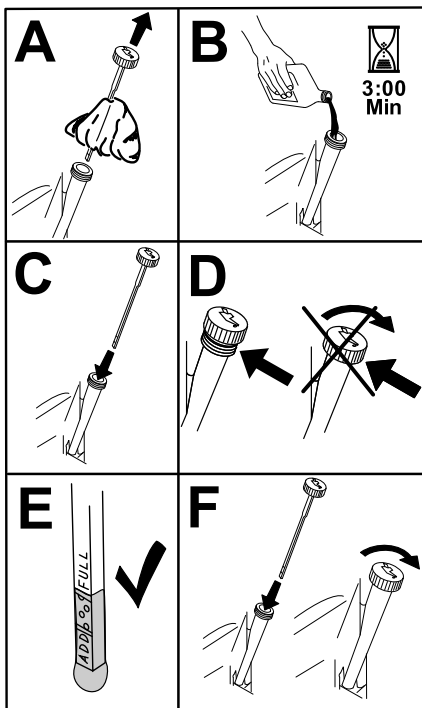

Figura 32
- Turnai încet aproximativ 80% din uleiul specificat în tubul de umplere i adăugai lent ulei suplimentar pentru ca acesta să ajungă la marcajul **Complet** (Figura 32).